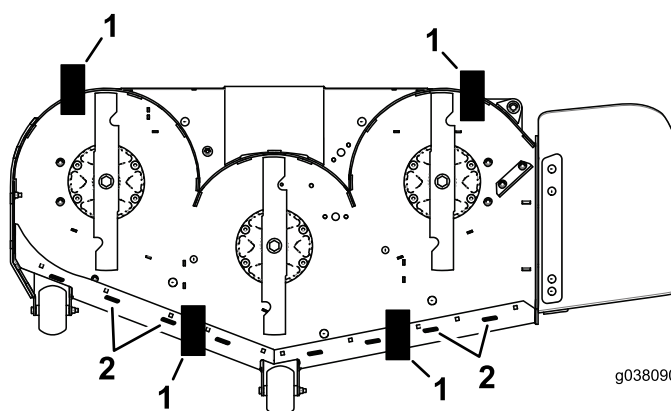

Figura 83
10. Coloque 2 bloques (ver Altura de bloque y soporte) debajo del borde trasero del faldón de la carcasa de corte, uno en cada lado de la carcasa de corte (Figura 83).